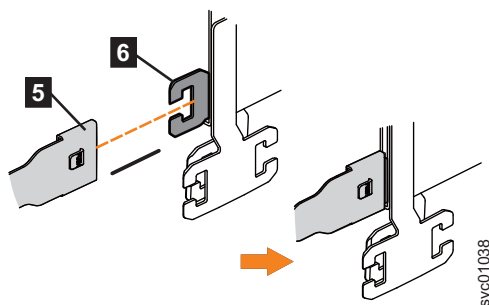

Abbildung 76. Halteschienenanschluss der oberen Kabelträgerbaugruppe an rechter Halteschiene anbringen
4. Bringen Sie den Halteschienenanschluss der oberen Kabelträgerbaugruppe ( **5** ) an der Anschlussbasis der rechten Halteschiene ( **6** ) an (siehe Abb. 76).